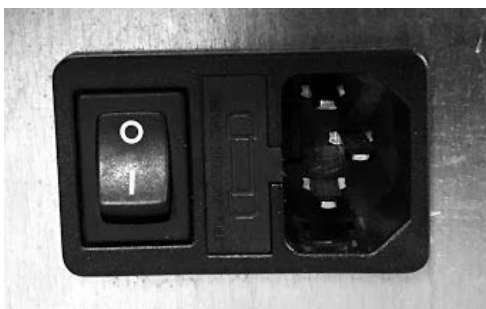

Fig. 80 - Prise électrique avec interrupteur général
- Brancher le câble d'alimentation avant sur le dos du poêle (voir **Fig. 80**), puis à une prise murale.
- L'interrupteur général 0/I (voir **Fig. 80**) ne doit être activé que pour allumer le poêle ; si ce n'est pas le cas, il est conseillé de le tenir éteint.